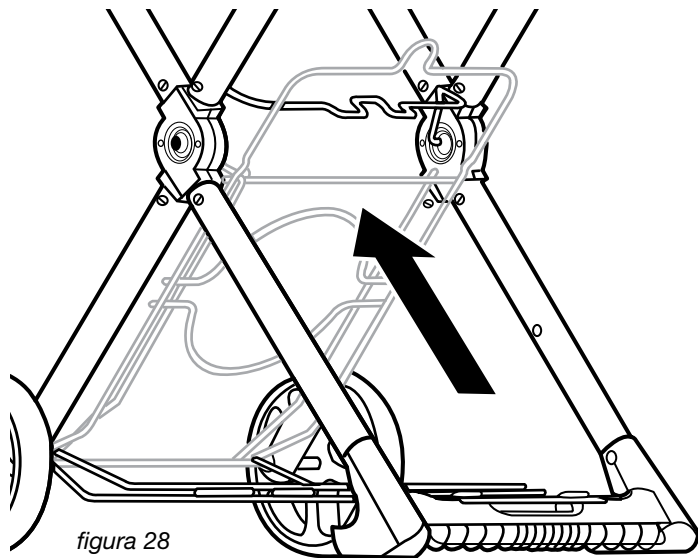

figura 28
Levantar ③② estante para soporte de tanque como se muestra en la figura 28.